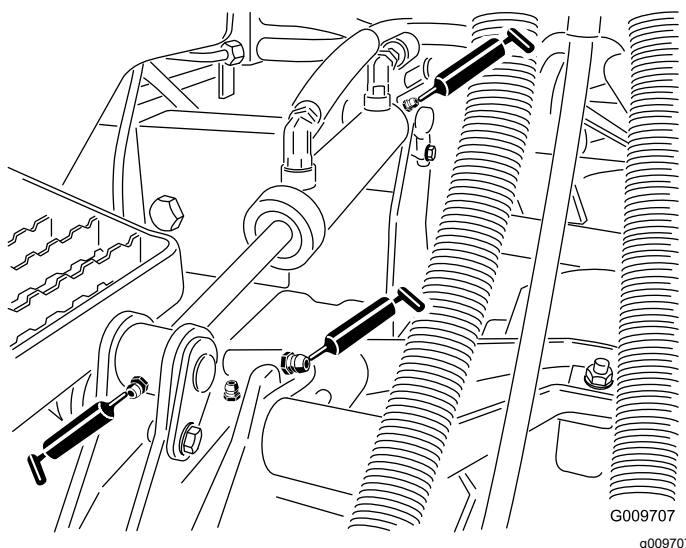

Figure 77
- Bagues de bras de levage (1 par unité de coupe), comme montré à la Figure 77.
- Bagues de vérin de levage (2 par unité de coupe), comme montré à la Figure 77.